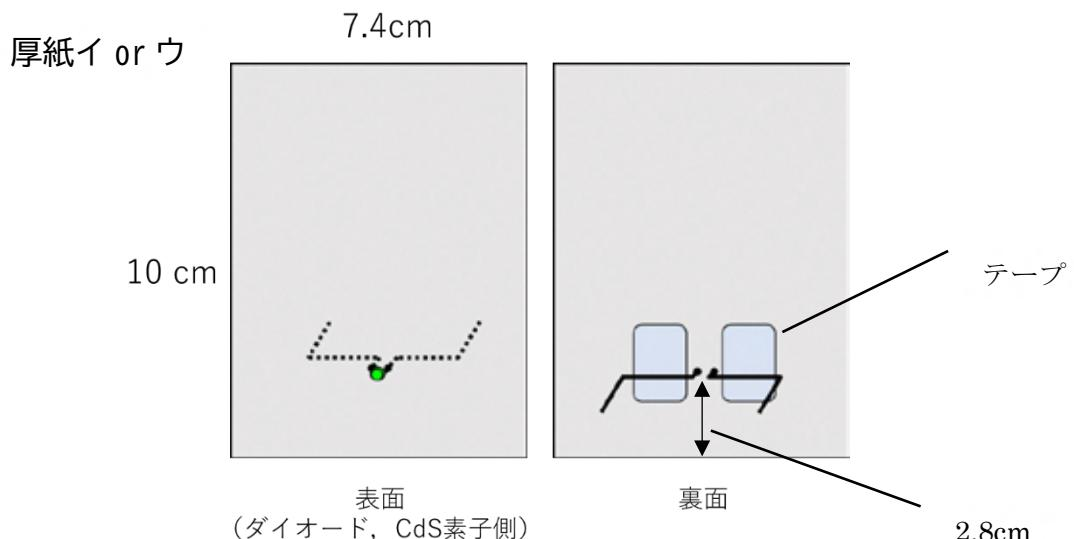

図 6
2. ① 厚紙イ, ウの短辺の中央から左右に 1.0 mm ずつ, 下から 2.8 cm の位置に 2カ所, 画鋸で穴を開ける。開けた穴に, 厚紙イには発光ダイオードを、厚紙ウには CdS 素子をはめ込み図 6 のように, 1 cm 程度で足をまげてテープで 固定する。